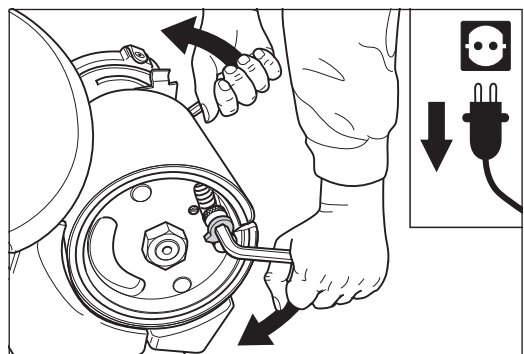

Abb. 34 Den neuen Schleifmittelbogen mit den beiden Innensechskantschlüsseln (Größe 10 mm) spannen.
- 10 Spannen Sie nun das Schleifmittel, indem Sie mit der linken Hand den Innensechskantschlüssel nach unten drücken und gleichzeitig mit der rechten Hand den anderen Innensechskantschlüssel nach oben ziehen (Abb. 34). Dadurch wird das Schleifmittel durch die Drehbewegung nach innen gezogen und zwischen den Spannbolzen gespannt.